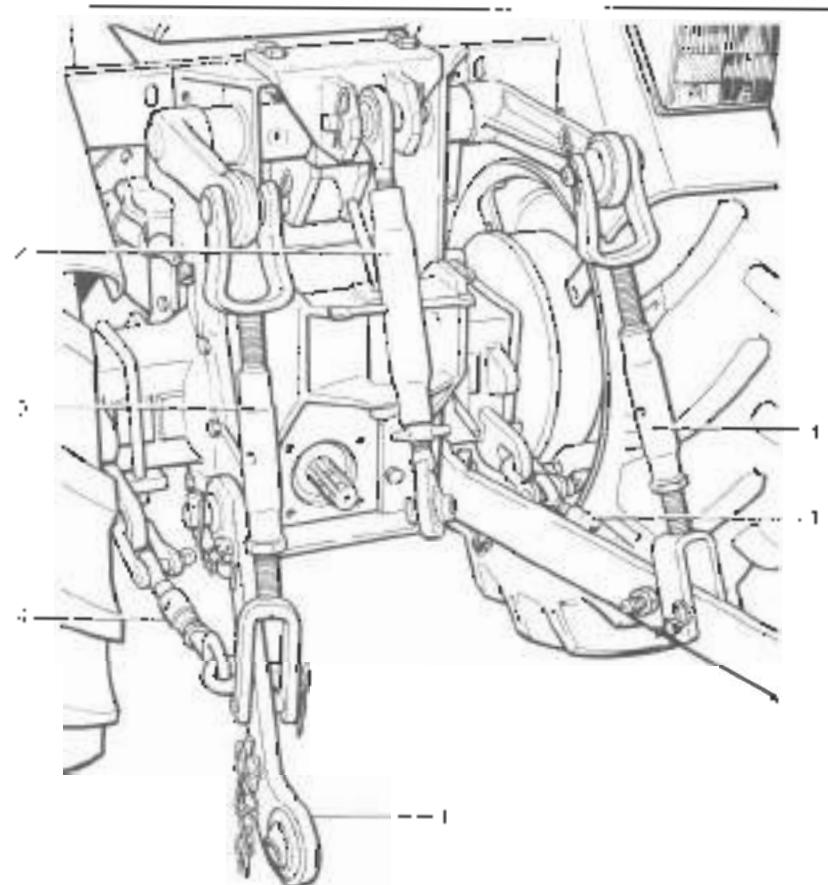

Fig. 13 <https://tractormanualz.com/>
distributed steering (Fig. 13).
Con questo tipo di attacco l'attrezzo viene fissato all'estremità dei due tiranti (bracci) fatti in modo che un punto (2) non sia collegato al punto (1) del trattore (vedere la Fig. 13). I due tiranti longitudinali (1) sono collegati al braccio del sollevatore. Mettendo allo stesso regolatore (3), estensione nel piano orizzontale del trattore, è possibile che due tiranti regolari (4).
In this case, one attachment is fastened to the end of the rear arms which is fitted to a slat (2) fitted to the rear link, see fig. 13. The two tie-bars are connected to the after arms by means of two adjustable bars (3). The position of the front in the horizontal plane of the arms is adjusted by the two adjustable tie-bars (4).
Le point d'attelage est fixé sur l'extrémité de la barre arrière droite qui est fixée à une plaque (2) fixée à la barre arrière, voir figure 13. Les deux barres de liaison sont connectées aux bras arrière par l'intermédiaire de deux barres réglables (3). La position horizontale du tracteur dans le plan des bras est régulée par les deux barres réglables (4).